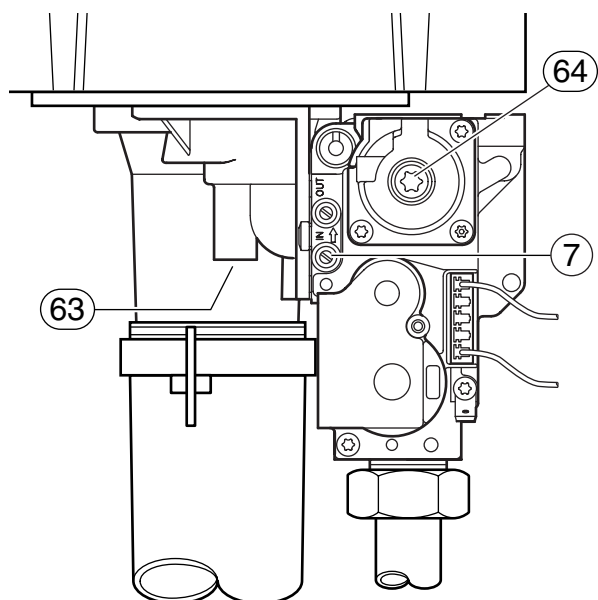

Fig. 41
- Rimuovere il sigillo presente sulla valvola di regolazione della portata gas (rif. 63, fig. 41).
- Con la vite (63) regolare i valori di CO₂, per la potenza nominale, in base alle tabelle 10/ 11.